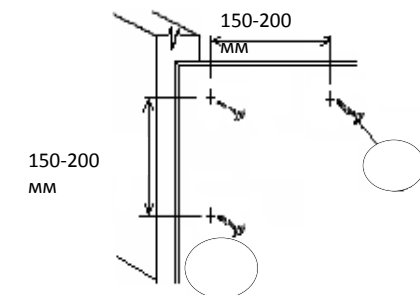

Рис.2 Крепление дна ящика
1. Установить направляющие (29) саморезами 4x16 (28) к перегородке (5), к боковинам (4), к боковинам ящика (12,13)
3. Установить в засверленные гнёзда на внутренней поверхности двери (8) вкладные петли (33) и ответную планку петли на боковину по разметке и закрепить их саморезами (15).
4. Ко дну комода (2) закрепить опоры (19) с помощью винтов-конфирматов(16).Боковины комода (3,4) соединить с столешницей (1) с помощью стяжек эксцентриковых (21), перегородку (5) — с помощью стяжек усиленных (15), дно комода (2) с боковинами (3,4) — с помощью винтов-конфирматов (16).
5. Соединить задние стенки (17) профилем (36), установить в засверленные пазы и закрепить с саморезами (35) и шайбой (34).
6. Установить полку жесткую (6) со стяжками усиленными(15)
7. Установить полкодержатели (22) на боковине (3) и перегородке (5) в готовые засверленные гнезда.
8. Собрать корпус ящика с помощью винтов-конфирматов (12), стяжек эксцентриковых (34). Выверить прямоугольность корпуса ящика (равные диагонали). Закрепить дно ящика согласно рис.2